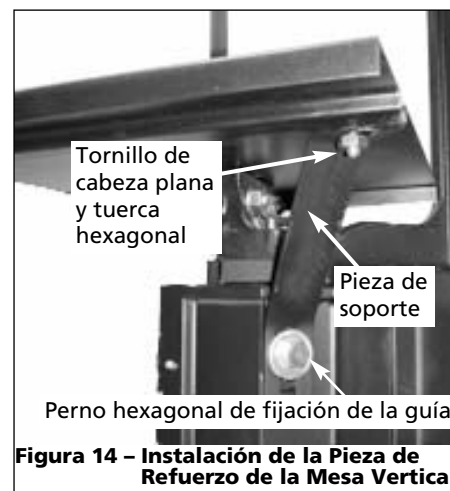

Figura 14 – Instalación de la Pieza de Refuerzo de la Mesa Vertical
6. Instale el otro extremo de la pieza de soporte en la pieza fundida del cabezal usando el perno de cabeza hexagonal y la arandela de fijación de la guía (véase la Figura 14).